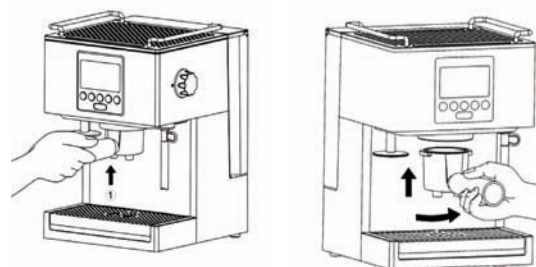

Рис. 3
- 6.1.3. Монтирайте празна дръжка на филтъра (7) в глава за запарване (5), като я въртите решително надясно (Рис. 3).
11.10. Прикрепете дръжка на филтъра (7) в глава за запарване (5), като въртите надясно (Рис. 3).
- 12.10. Прикрепете дръжка на филтъра (7) в глава за запарване (5), като въртите надясно (Рис. 3).
- 13.10. Прикрепете дръжка на филтъра (7) в глава за запарване (5), като въртите надясно (Рис. 3).